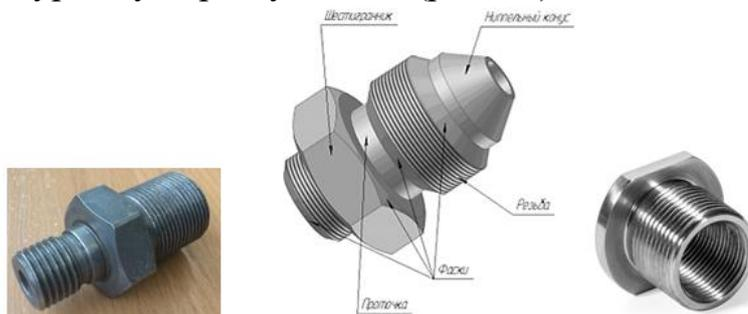

Рис. 36 - Примеры образцов деталей.
**Задание:** По натурному образцу детали (рис. 36) выполнить эскиз.